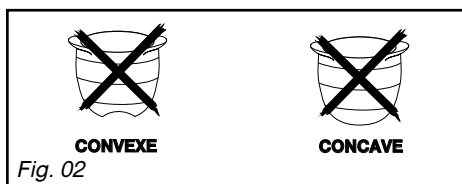

Fig. 02
- N'utilisez pas de récipient à fond concave ou convexe (Fig. 02).